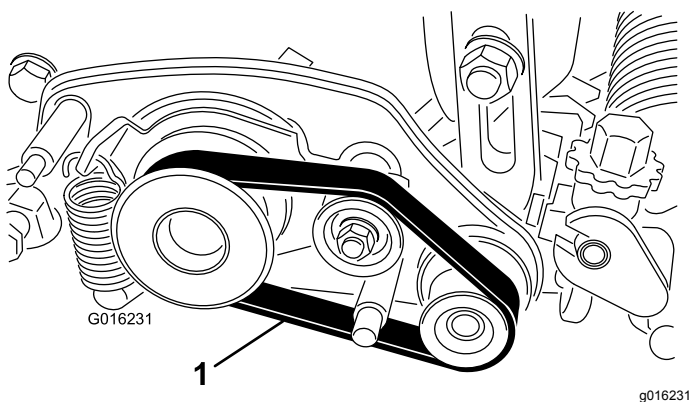

Bild 16
36. Verlegen Sie den Riemen über die Antriebsriemenscheibe, die Spannscheibe und die angetriebene Riemenscheibe, wie in **Bild 16** dargestellt.